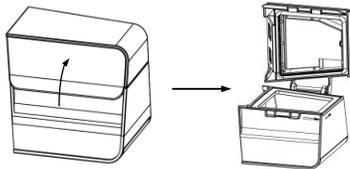

Fig. 13-7
- (1) **Retire la cámara de agua** de acuerdo a las instrucciones descritas en 13.1.1.
- (2) **Vaciar la cámara de agua:** Abra la tapa que se muestra en la Fig. 13-7, tal y como se muestra abajo, y tire el agua restante fuera de la cámara.